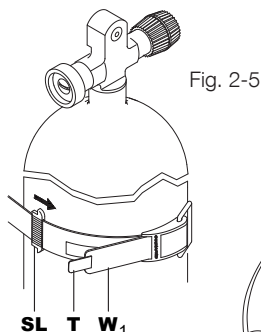
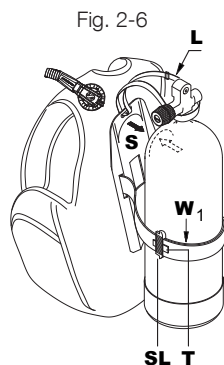

Fig. 2-5
Fig. 2-6
2. Als de BC een harde achterplaat heeft, plaatst u de holte (S) van de achterplaat op de schouder van de tank (Fig. 2-6) en bevestigt u vervolgens de riem (Fig. 2-5 en 2-7) van de snelspanriem (W1) rond de tank.
3. Sluit de sluiting (C) (Fig. 2 – 7). Als de riem te strak of te los zit, opent u de klittenbandsluiting en de gesp om de lengte van de riem (Fig. 2-5) van de snelspanriem (W1) opnieuw af te stellen. Schuif voor extra veiligheid de lus (SL) (Fig. 2-5) rond het uiteinde van de band (T). Bij BC 's met een harde achterplaat, waarbij de tank op de BC is gemonteerd, kunt u de hele unit optillen met behulp van de handgreep die in de achterplaat is geïntegreerd. Schud het apparaat om er zeker van te zijn dat de tank goed vastzit.